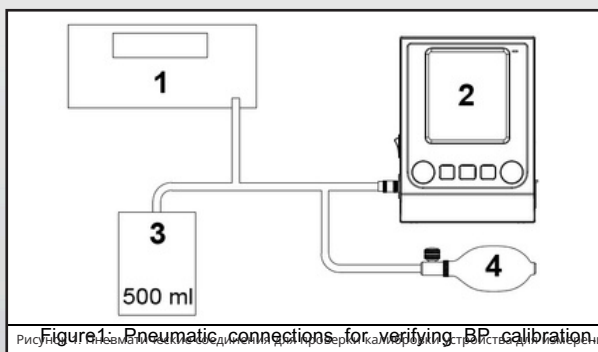

Рисунок 1. Пневматические соединения для проверки калибровки. РБП-100, устройство для измерения артериального давления. ООО «РБП-100»
- 9.4.1.6 Выполните необходимые подключения, используя материалы, перечисленные в списке «Необходимое оборудование». См. Рисунок 1 для пневматических соединений.